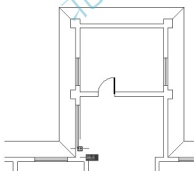

图 3.85 捕捉插入点
- (4) 将【插入】对话框中的旋转角度设置为“90”。
- (5) 单击【确定】按钮, 对话框消失。此时“窗”图块基点的位置附着在光标上。
- (6) 在指定插入点或【基点(B)/比例(S)/旋转(R)/预览比例(PS)/预览旋转(PR)]: 提示下, 在如图 3.85 所示处单击, 将“窗”图块插到该处。